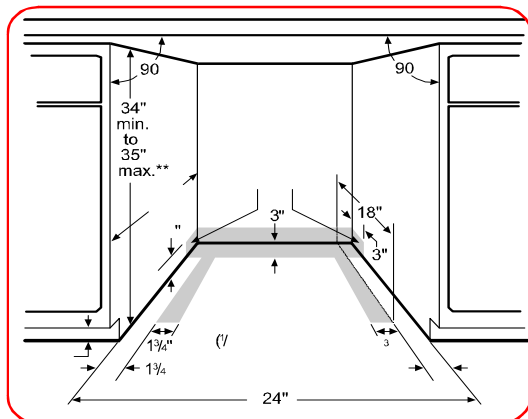

Figura 2
**IMPORTANTE:** Para el funcionamiento y aspecto adecuado de la unidad, la cavidad del gabinete debe tener las dimensiones que se muestran en la figura 2. Si la unidad se va a colocar en una esquina, debe dejarse un espacio libre de al menos 2 pulgadas (5,08 cm) a cada lado, para la apertura de la puerta.
Las tuberías o líneas de suministro eléctrico, de agua y de desagüe deben mantenerse dentro de las áreas grises que se muestran en la figura 2. De lo contrario, los conductores eléctricos, de agua y de desagüe podrían averiarse. Cualquier falla debido al no seguimiento de estas instrucciones puede causar fuego o choques eléctricos.
- Revise las dimensiones de la figura 2 para determinar la ubicación de las conexiones de desagüe, de agua y eléctricas del lavavajillas.
- Todas las conexiones de suministro deben realizarse dentro del área gris que se muestra en la figura 2.
- Perfore agujeros de acceso para las mangueras de suministro eléctrico, de agua y de desagüe en las áreas grises que se muestran en la figura 2.